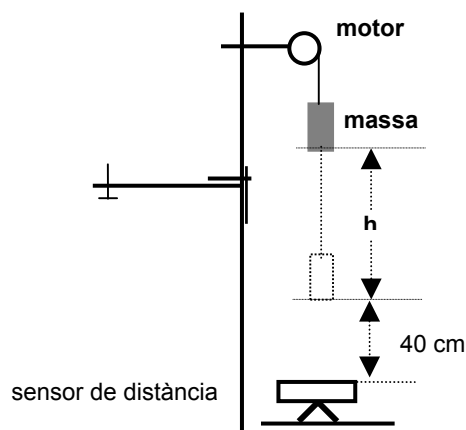

Figura 1
2. Situeu el sensor de distància de manera pugui enregistrar el moviment del pes (Figura 1). Recordeu que el sensor de distància comença a mesurar a partir dels 40 cm. La longitud del fil ha de ser l'adient perquè en baixar el pes no xoqui amb el sensor.